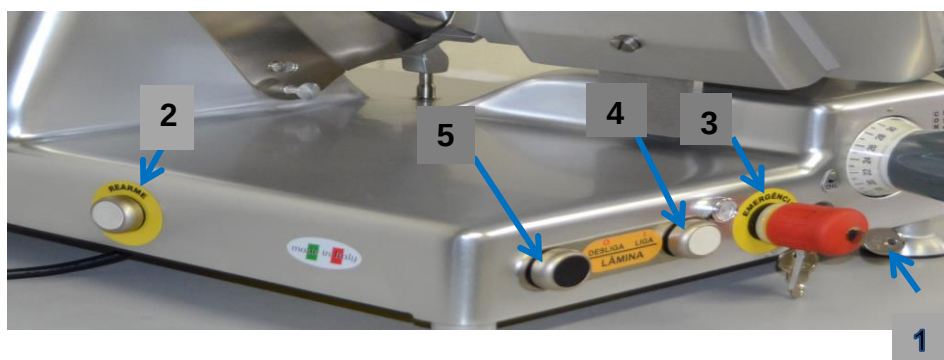

Fig. 12
A máquina é dotada de um botão rearme (2), um botão emergência (3) com chave (1), botão liga (4) e desliga (5) para o acionamento da lâmina (Fig. 12).